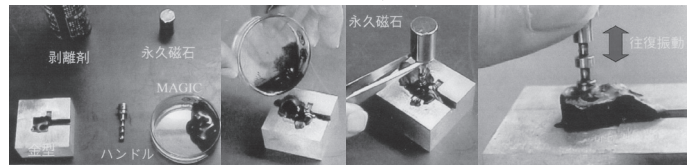

図1 新砥石製作原理と研磨
**2.研磨用砥石の開発** 現在市販されている砥石は様々な形状がありますが、必ずしも使用者のニーズに合わせた形状とは言えません。しかも一度焼き固められると元には戻りません。そこで現在、リサイクル型の新しい砥石を開発しています。図1に示すように、特殊な樹脂に沢山の砥粒（削る働きをする硬い小さな粒子）と鉄粉を混ぜ熱で溶かします。これを金型などに流し込み、20分ほどすれば固まり形状転写型の砥石が出来上ります。しかも加熱すれば何度でも再利用できます。ここで鉄粉を砥石で上手く制御することで間接的に砥粒の分散状態を向上させています。製作後、砥石を簡単な機械で上下方向に動かせば自動研磨もできます。この発想は子供の頃の遊び道具であった転写を利用した粘土細工と磁石による砂鉄遊びの原理が応用されています。この方法では研磨する形状が如何なる場合でも対応が出来ます。この砥石を MAGIC (MAGnetic Intelligent Compounds) 砥石と呼びます。日々生活の中で発想の転換が新技術を創造できるかもしれません。